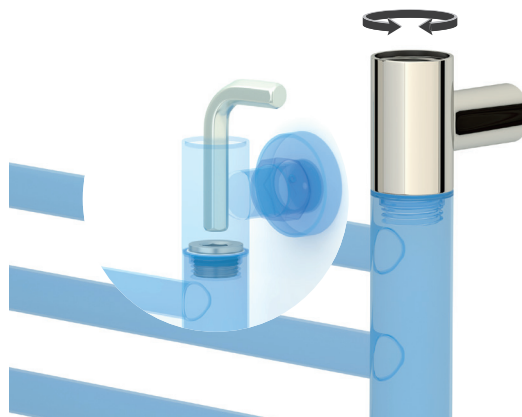

Рис. 1
1.1. Установить глухие угловые корпуса, используя фторопластовые прокладки и штуцеры для коллекторов (рис. 1).